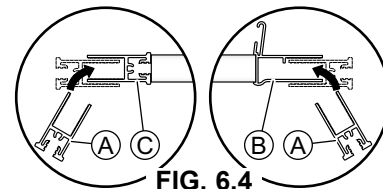

FIG. 6.4
- Maintain the frame in this position and insert the wall jambs at each end of the frame by pivoting them on the exterior edge of the fixed panel post (C) and the magnetic jamb (B). Fig. 6.3 and Fig. 6.4.
- Maintenez le cadre dans cette position et insérez les montants muraux à chaque extrémité du cadre en les faisant pivoter sur le rebord extérieur du poteau du panneau fixe (C) et du montant magnétique (B). Fig. 6.3 et Fig. 6.4.
- Mantenga el marco en esta posición y encaje las jambas en cada extremo del marco haciéndolas girar sobre el borde exterior del soporte del panel fijo (C) y de la jamba magnética (B). Fig. 6.3 y Fig. 6.4.